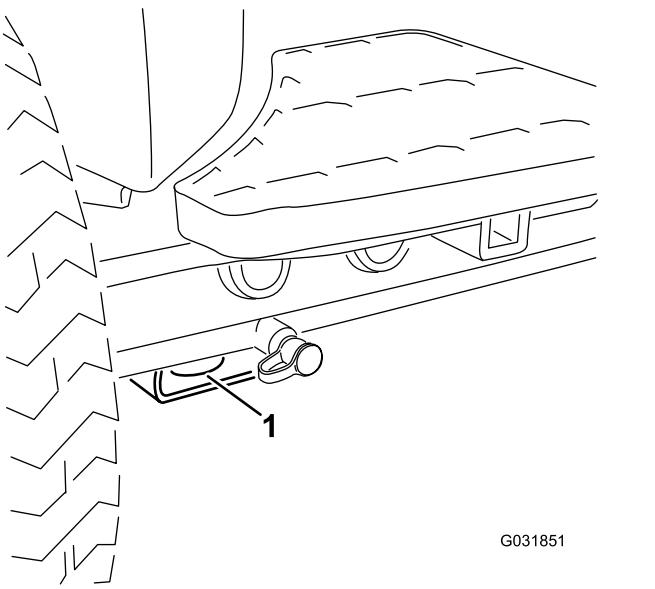
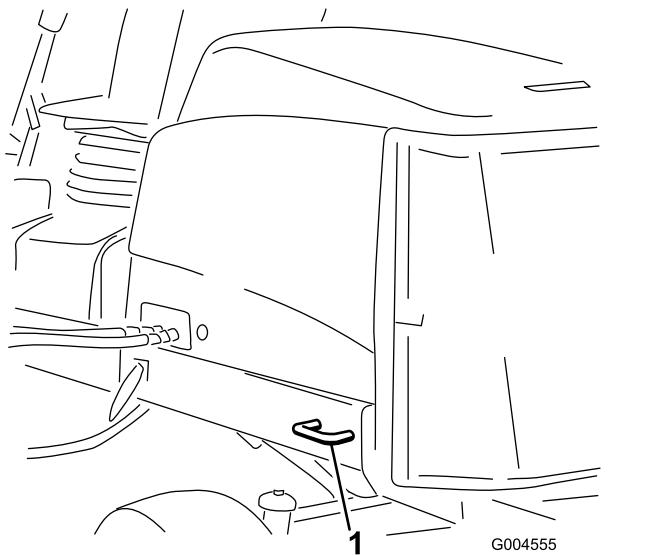

Рисунок 57
Рисунок 58
- Для надежного крепления машины к прицепу или грузовику с помощью стропов, цепей, тросов или канатов используйте установленные на машине металлические крепежные проушины (Рисунок 57 и Рисунок 58).
- В передней части используйте отверстие в прямоугольной подкладке под трубой моста внутри каждого переднего колеса (Рисунок 57)
- В задней части используйте каждую сторону машины на задней раме (Рисунок 58)